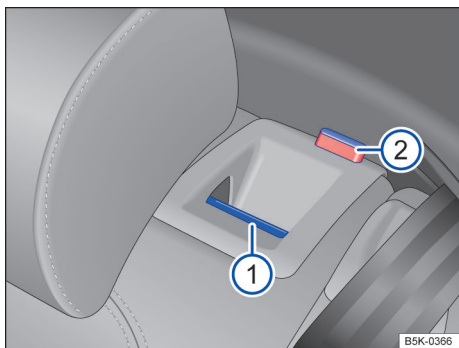

Fig. 64 En el respaldo del asiento trasero: tecla de desbloqueo.
- Tirar de la tecla de desbloqueo → **fig. 64** ① hacia adelante y, al mismo tiempo, rebatir el respaldo del asiento trasero hacia adelante.
- La parte de respaldo del asiento trasero estará desbloqueada cuando la marca roja → **fig. 64** ② sea visible.
- La marca roja → **fig. 64** ② ya no puede ser visible.